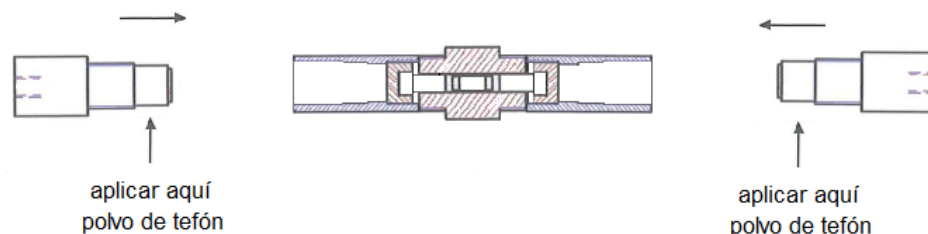

Figura5. Instalación de los cilindros de presurización.
10. Aplicar con un palillo una fina capa de polvo de teflón en los cilindros de presurización, antes de insertarlos en los cilindros laterales (ver Figura5).